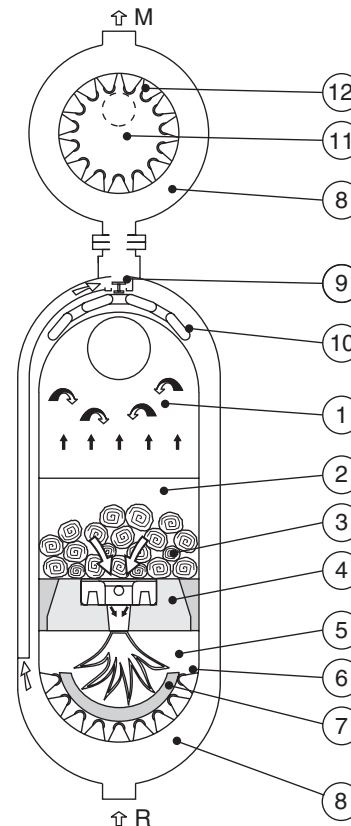

fig. 1
Le circuit hydraulique interne à la chaudière est conçu de telle façon qu'un système thermostatique garde toujours élevée la température de l'eau qui entoure le magasin de chargement en bois, pour éliminer le dangereux phénomène de la condensation. Le corps de la chaudière est constitué de deux parties, intérieure et extérieure, de forme ovale entre lesquelles circule l'eau du circuit de chauffage (fig. 1).
On peut distinguer les composants suivants (fig. 1) :
Les cornières sur lesquelles il n'y a ni goudron, ni suie permettent le passage des cendres qui, après s'être déposées sur le berceau inférieur semi-cylindrique (fig. 1, pos. 7), sont entraînées par les gaz de combustion vers la chambre ou boîte à fumées située à l'arrière de la chaudière.
Le brûleur est composé par une sole en réfractaire (fig. 1, pos.4) comportant une ouverture rectangulaire centrale par laquelle sort la flamme.